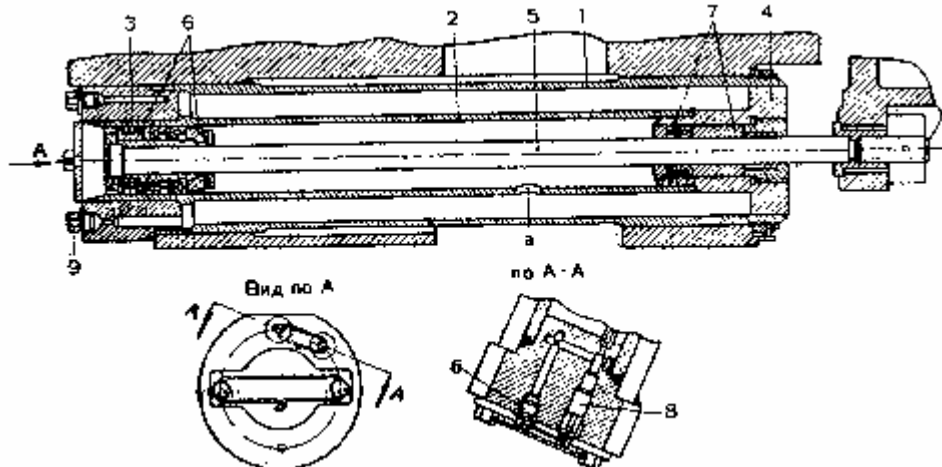

Рис. 179. Накатник (разрез):
34...37 ат. Накатник состоит из следующих основных деталей (рис. 179): наружного цилиндра 1, рабочего цилиндра 2, задней крышки 5 и корпуса 4 сальника (сваренных вместе), штока 5 с поршнем 6 и сальника 7.
Жидкость, находящаяся во внутреннем цилиндре накатника, перегоняется через отверстие *a* (рис. 179) в наружный цилиндр и ещё больше сжимает находящийся в наружном цилиндре воздух.
- 5) Вывинтить пробку 9 (рис. 179) и полностью слить жидкость из накатника.